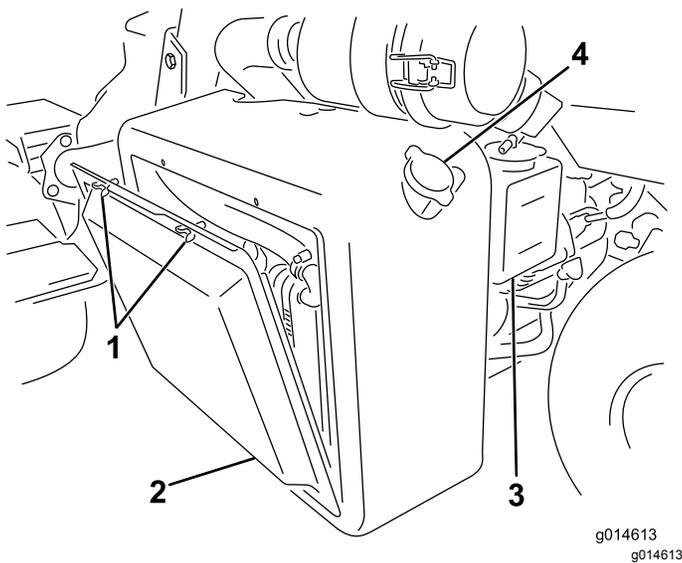
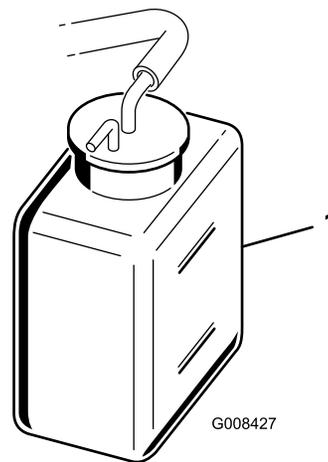

図 43
図 44
- ラジエーターのスクリーンを外す 図 43。
- 冷却液の量を点検する 図 43 と 図 44。